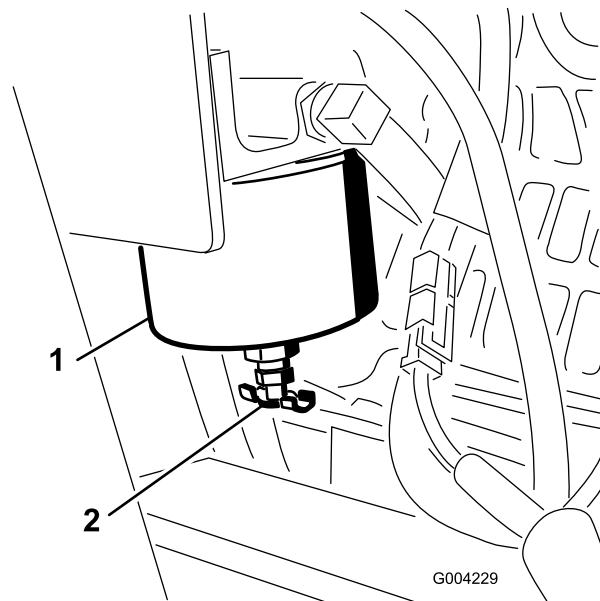

Figura 38
1. Localice el filtro de combustible en el lado derecho del motor (Figura 38), y coloque debajo un recipiente limpio.
1. Limpie la zona de montaje del cartucho del filtro (Figura 38).
2. Retire el cartucho del filtro y limpie la superficie de montaje (Figura 38).
4. Instale el cartucho del filtro a mano hasta que la junta entre en contacto con la superficie de montaje, luego gírelo media vuelta más (Figura 38).